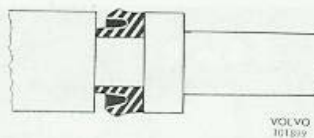

Bild 66. Kolvpackning
4. Inspektera detaljerna. Är cylinderytorna repade eller rostskadade byts ventilen komplett. Med felfria cylinderytor byts kolven komplett. Kontrollera därvid att packningen är vänd enligt bild 66.